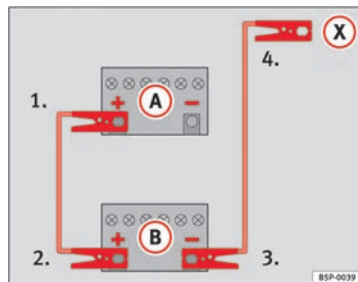
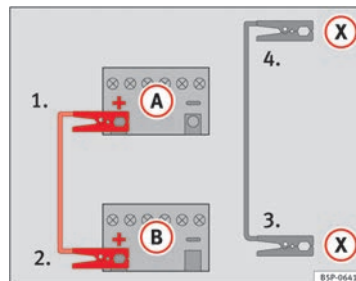

Fig. 131 Schéma de branchement pour les véhicules non équipés du système Start-Stop.
Fig. 132 Schéma de branchement pour les véhicules équipés du système Start-Stop.
- Raccordez une extrémité du câble de démarrage **rouge** au pôle positif (+) du véhicule dont la batterie est déchargée (A) ⇒ fig. 131.
- Raccordez l'autre extrémité du câble de démarrage **rouge** à la borne positive (+) du véhicule fournissant le courant (B).
- Raccordez une extrémité du câble de démarrage **noir** à la borne négative (-) du véhicule fournissant le courant (B) ⇒ fig. 131.
- Raccordez l'autre extrémité du câble de démarrage **noir** (X), sur le véhicule avec la batterie déchargée, à une pièce en métal massif vissée au bloc-moteur ou directement au bloc-moteur, mais le plus loin possible de la batterie (A).
- Raccordez une extrémité du câble de démarrage *rouge* au pôle positif (+) du véhicule dont la batterie est déchargée (A) ⇒ fig. 132.
- Raccordez l'autre extrémité du câble de démarrage *rouge* à la borne positive (+) du véhicule fournissant le courant (B).
- Raccordez une extrémité du câble de démarrage *noir* (X) à une borne de mise à la terre appropriée, à une pièce métallique massive vissée au bloc-moteur, ou au bloc-moteur lui-même ⇒ fig. 132.
- Raccordez l'autre extrémité du câble de démarrage *noir* (X), sur le véhicule avec la batterie déchargée, à une pièce en métal massif vissée au bloc-moteur ou directement au bloc-moteur, mais le plus loin possible de la batterie (A).